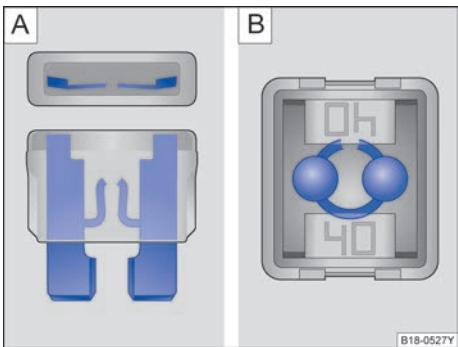

图 128 烧断的保险丝: [A] 扁平插入式保险丝, [B] 方块型保险丝
- 烧断的扁平插入式保险丝 (ATO®、MINI®) 可从上面和侧面透过透明外壳通过熔断的金属条来识别⇒图 128 [A]。
- 对于烧断的方块型保险丝 (JCASE®)，烧断的金属条可从上面透过透明的外壳来识别⇒图 128 [B]。